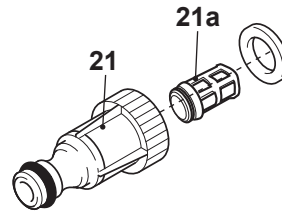

Fig. 25
1. Desparafuse e remova o adaptador da mangueira de entrada de água (21) da entrada de água (6).
2. Desmonte o adaptador da mangueira de entrada de água (21) (Fig. 25).